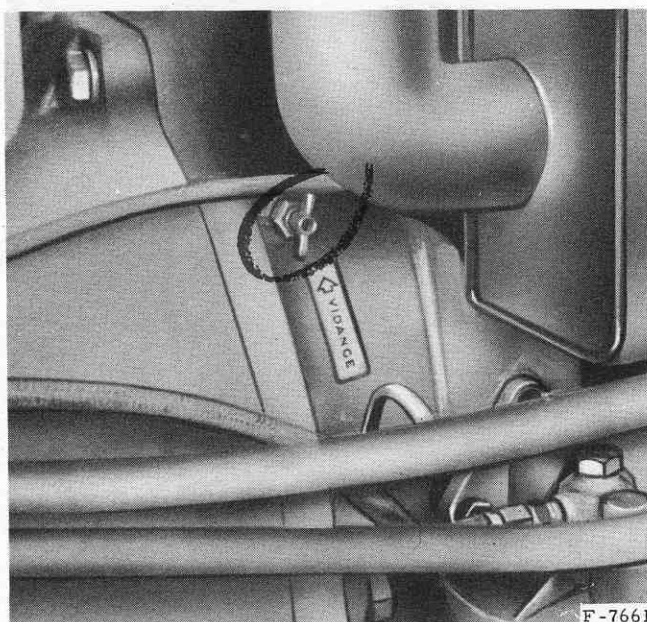

Fig. 32. — Robinet de vidange du bloc-moteur
- Vidangez le système en dévissant les robinets de vidange et le bouchon de remplissage. Laissez la vidange s'effectuer complètement puis revissez les robinets de vidange (fig. 32 et 33).